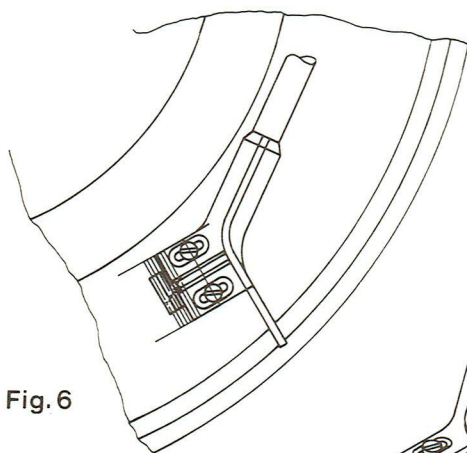

Fig. 6
1. Oter le folio du gabarit et placer celui-ci sur le plateau (Fig. 6).